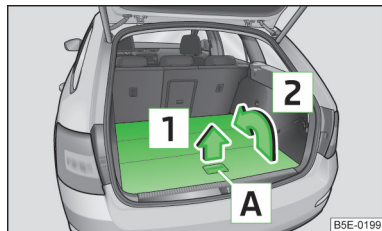

Fig. 98
- Afferrare la parte posteriore del piano di carico variabile in corrispondenza della maniglia **A** » fig. 98 e sollevarlo nella direzione della freccia **1**.